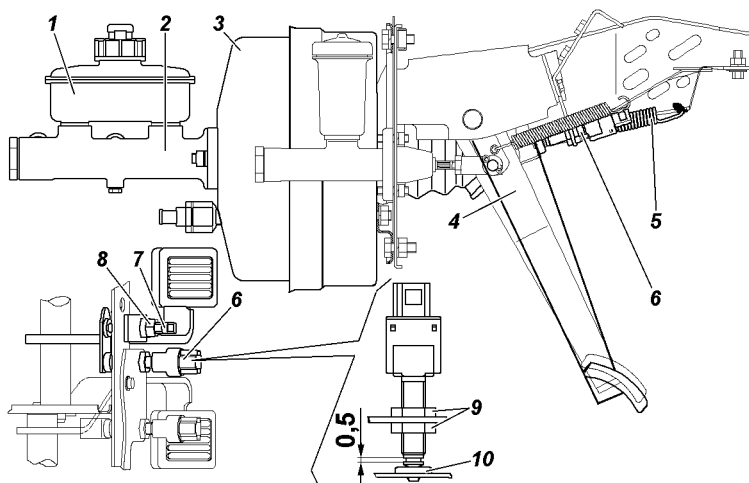

Рис. 9.43. Привод главного цилиндра:
**Свободный ход педали тормоза.** При необходимости вращением регулировочного винта 7 (рис. 9.43) выберите зазор в соединении: вилка толкателя вакуумного усилителя-палец-рычаг привода тормоза. Свободный ход педали должен быть 5-8 мм. После регулировки затяните гайку 8 винта с моментом 14 - 18 Н · м (1,4 - 1,8 кгс · м).
2. Переместите рычаг стояночного тормоза 1 (рис. 9.43) в крайнее нижнее положение.